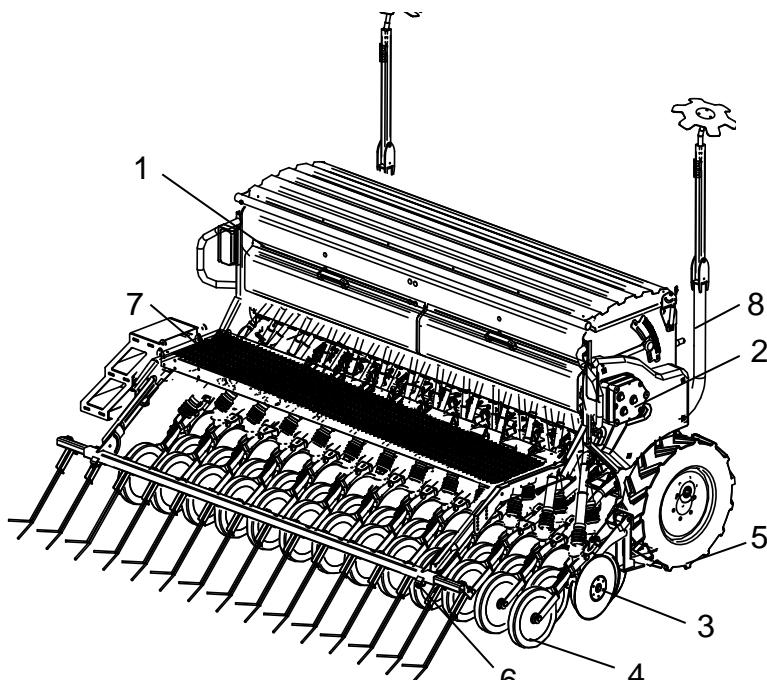

Abb. 3 Bau der Sämaschine
Die POLONEZ 550 PREMIUM-Sämaschine (Abb. 3) besitzt eine verstärkte, geschweißte Rahmenkonstruktion, die eine hohe Widerstandskraft besitzt. Der Saatgutbehälter (1) ist mit Keilen ausgestattet, welche das Entleeren erleichtern. Die Sämaschine ist mit den modernsten Nockenrad-Säapparaten (für feine und grobe Körner) und mit einem stufenlosen Getriebe (2) zur Einstellung der Saatgutdosis, ausgestattet. Die Funktion der Arbeitselemente übernehmen die selbstreinigenden Doppelscheibenscharen (3) mit Tiefenführungsrollen (4). Die Sätiefe wird je nach Bodendichte, durch die Änderung der Position der Tiefenführungsrolle in Bezug zum Schar eingestellt.